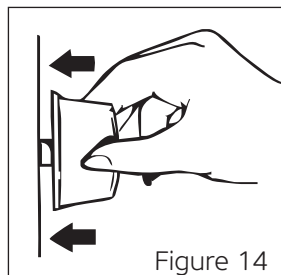
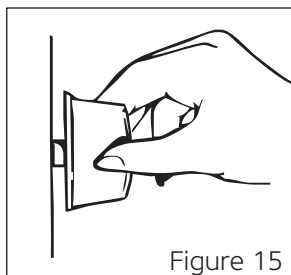
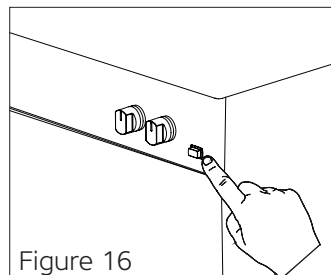

Figure 14
Figure 15
Figure 16
3. Pour utiliser le brûleur de cuisson de votre choix, appuyez d'abord sur le bouton dans le sens de la flèche et attendez 5 secondes pour que l'air s'échappe des tuyaux (Voir figure. 14).
Sur Les Modèles À Allumage Manuel; vous pouvez allumer le Durée brûleur de votre choix avec un allumeur (allumette, briquet) en tournant le bouton (Voir figure 15).
*** Pour Les Modèles À Allumage Automatique Avec Bouton;** vous pouvez allumer le Durée brûleur de votre choix en appuyant sur le bouton dans le sens de la flèche (Voir figure 14) et en tournant le bouton (Voir figure 15).
*** Pour Les Modèles Avec Allumage Par Bouton;** appuyez d'abord sur le bouton du panneau de commande (voir figure 16). Ensuite, vous pouvez allumer le réchaud en appuyant sur le bouton de la plaque de cuisson dans le sens de la flèche (Voir figure 14).